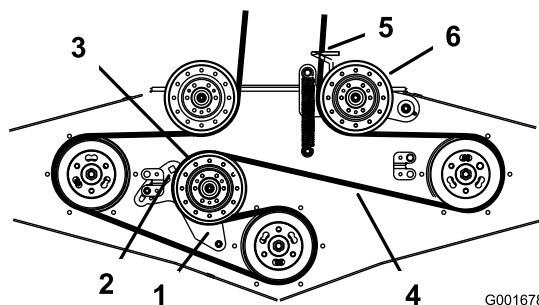

Figure 44
4. Desserrez le bras de la poulie de renvoi fixe pour détendre la courroie sur la poulie (Figure 44).
6. Passez la courroie neuve dans le guide-courroie et sur les poulies (Figure 44).